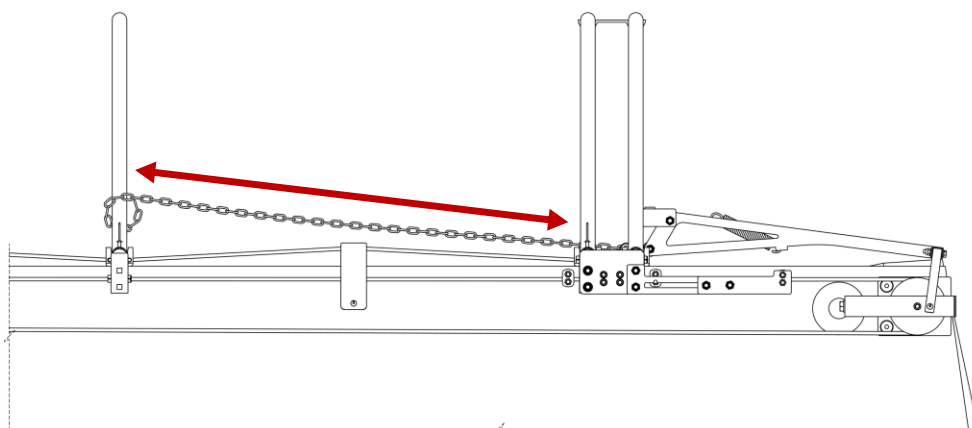

fig. 3
- Régler la chaîne, en faisant en sorte que lorsque la fermeture est abaissée, elle soit parfaitement en tension (fig. 3).